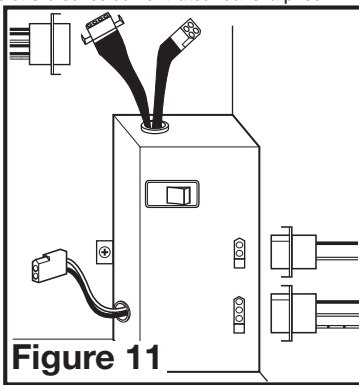

Figure 11
- 3a. **MODÈLES STANDARDS ET AVEC DÉTECTION DE MOUVEMENT:** Branchez les câbles de moteur de connexion rapide à 2 broches et 3 broches du ventilateur dans la prise correspondante située sur le couvercle du compartiment de câblage. Ces câbles ne s'insèrent que d'une façon dans les logements (**Figure 11**).